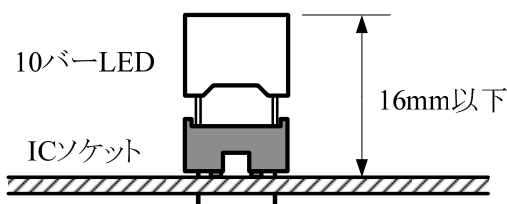

図 4.4 10 バーLED アレイの挿入状態
(4) 10 バーLED アレイの取付け
- イ) 10 バーLED アレイ LED101～LED104 のリードは、切断せずに IC ソケットに挿入する. LED の上面の高さは、図 4.4 のように基板から 16mm 以下にする. また、4 つの LED の高さは揃える.